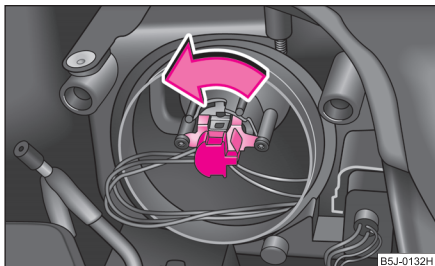

Fig. 176 Demontarea becului luminii de întâlnire și drum
- La farurile cu modul (bec cu halogen H7) ⇒ fig. 176, rotiți fișa electrică cu becul cu halogen până la limită spre stânga și scoateți-l.